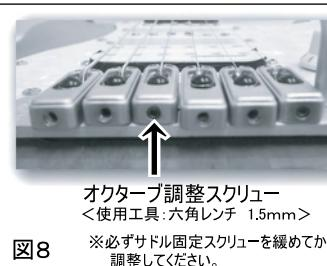

図8 オクターブ調整スクリュー
- ・サドル後方にあるオクターブ調整スクリュー(図8)を調整しサドルを前後させて調整します。(図9)